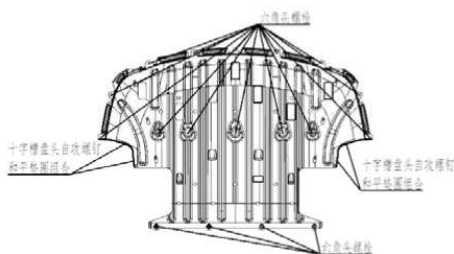

图 4-6-1 副车架挡泥板的拆卸示意图
(1) 按图4-6-1中箭头所示,用一字起在四孔处依次拆卸子母扣(共4个);
(2) 用10#套筒拆卸一个六角头自攻锁紧螺钉与平垫圈组合件。